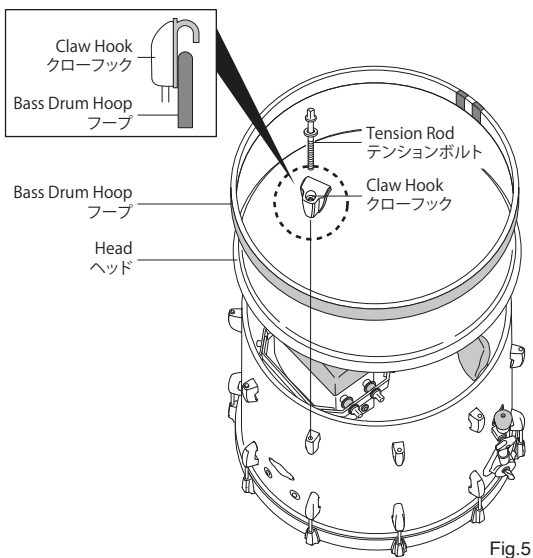

Fig.5
4. Care should be taken to ensure the logo is level. Place the Bass Drum Hoop with the flat-side down against the head. Hook the Tension Rod and Claw on the hoop and insert the Tension Rod into the lug and tension finger tight. Repeat the process to finish the installation (Fig.5).
ヘッド、フープを順番に重ね、さらにクローフックをフープにひっかけた後、手でテンションボルトを8か所、仮組みします。ドラムキーを使って、ヘッドがお好みのテンション（張り具合）になるまでテンションボルトを締めてください (Fig.5)。